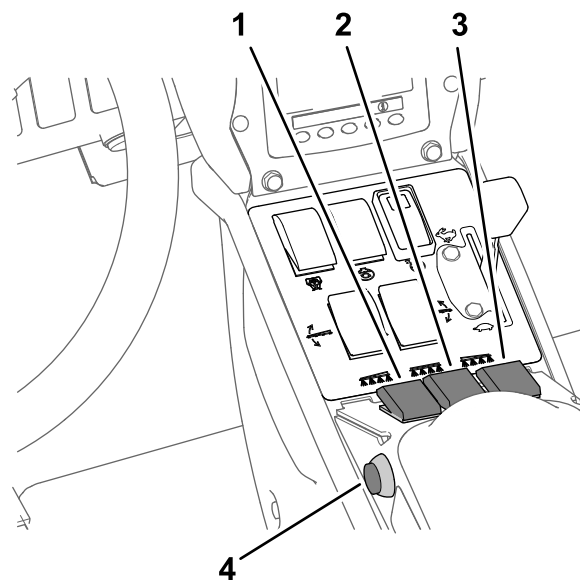

Figura 41
7. Ponga los interruptores de sección de fumigación en la posición de ACTIVADO (Figura 41).
10. Conduzca a la velocidad deseada y luego ponga el interruptor maestro en la posición de ACTIVADO para empezar a fumigar (Figura 41).
3. Ponga el interruptor maestro en la posición de DESACTIVADO; consulte Figura 41, en Fumigación en el Modo de caudal de aplicación \(página 37\).
7. Ponga los interruptores individuales de las secciones que desea utilizar en la posición de ACTIVADO; consulte Figura 41 en Fumigación en el Modo de caudal de aplicación \(página 37\).
9. Conduzca a la velocidad deseada y luego ponga el interruptor maestro en la posición de ACTIVADO para empezar a fumigar; consulte Figura 41, en Fumigación en el Modo de caudal de aplicación \(página 37\).